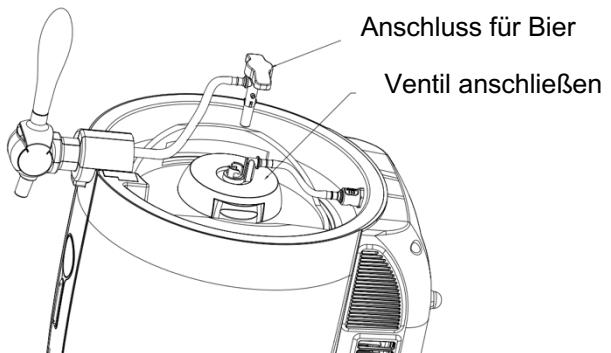

Abbildung 9
- Setzen Sie den Bierauslass-Schnellanschluss am Ende der Bierleitung an der Zapfanlage in Richtung der Metallbuchse in der Mitte der Zapfhahnes ein und drehen Sie ihn im Uhrzeigersinn, damit er in die Buchse passt (siehe Abbildung 9).